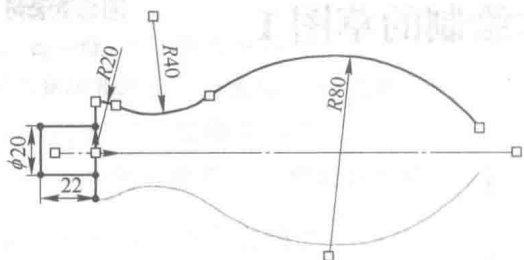

图 1-4 镜向操作预览
(4) 单击草图栏上的“镜向实体”按钮，系统弹出“镜向”属性管理器。同时选中 3 段圆弧 ($R20$ 、 $R40$ 、 $R80$) 为“要镜向的实体”，选择过原点的水平中心线为“镜向点”，结果如图 1-4 所示。单击“确定”按钮完成镜向操作，如图 1-5 所示。